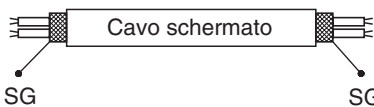

Fig. 4-6
- (5) Usare cavi schermati per i collegamenti inter-unità (C) e collegare a terra la schermatura su ambedue le estremità; in caso contrario si possono verificare malfunzionamenti dovuti a disturbi elettrici. (Fig. 4-6) Collegare i cavi come mostrato nella sezione "4-3. Schemi di collegamento elettrico".